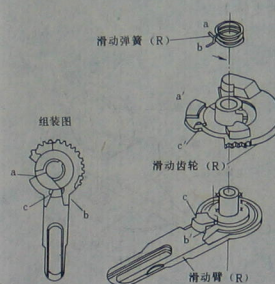

图 1-57 滑动臂(R)、滑动齿轮(R)和滑动弹簧(R)的组装
3) 参照图 1-57, 组装滑动臂(R)、滑动齿轮(R)和滑动弹簧(R), 使 a'、b'、c' 与 a、b、c 一一对应。